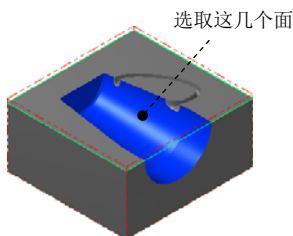

图 21.13 选取加工面
(1) 选取加工面。在图形区中选取图 21.13 所示的面（共 5 个面），然后按 Enter 键，系统弹出“刀具路径的曲面选取”对话框。